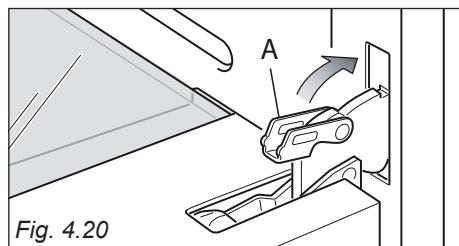

Fig. 4.20
- Aprire completamente la porta del forno e richiudere la leva "A" delle cerniere destra e sinistra (fig. 4.20).